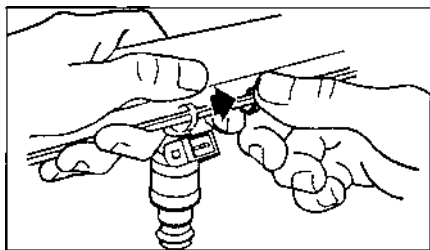

Рис. 2.47.3 Удаление фиксаторов форсунок.
1. Снять рампу форсунок (п. 2.46, рис. 2.47.3).